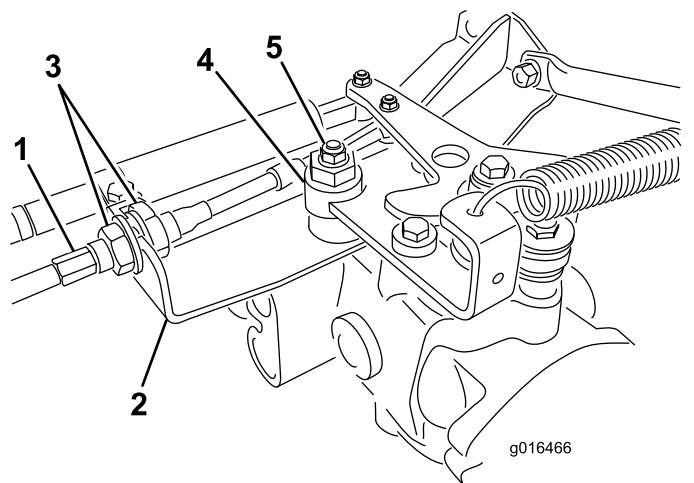

Figura 40
- A. Allentate entrambi i controdati che fissano il cavo di comando della trazione alla paratia dell'igrostatato (Figura 40). Verificate che i controdati siano ugualmente allentati, in modo sufficiente da consentire la messa a punto.
Nota: Allentate il dado che fissa l'eccentrico alla parte superiore dell'igrostatato (Figura 40).
- E. Quando la ruota cessa di girare, serrate il dado di bloccaggio dell'eccentrico per mantenere la messa a punto (Figura 40).
- G. Da ambo i lati della piastra serrate in modo uniforme i dadi che fissano il cavo di trazione alla piastra (Figura 40). Non torcete il cavo.